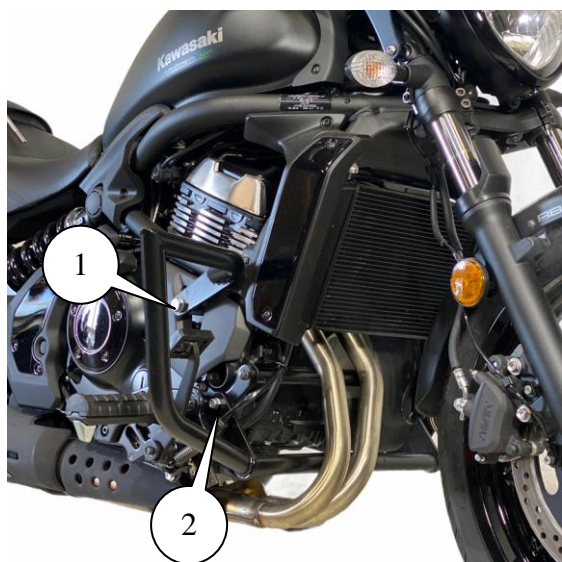

Рис.1 Установленная клетка вид справа
4. Приложите правый полукомплект дуг к мотоциклу (так как это показано на рис. 1) и точкам крепления (правой стороны) 1 и 2 и совместите крепежные отверстия (как это показано на рис 1). Убедитесь, что отверстия совпадают, а также, что установке дуг не мешает геометрия пластика, и узлы мотоцикла.